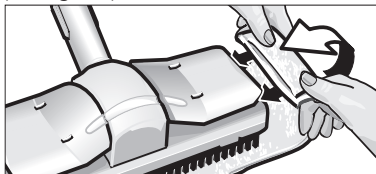

Fig. 12: Montar o esfregão
- Segure o esfregão (H3) no bocal para pavimentos (H1). Dobre o esfregão de comprido e coloque o bocal para pavimentos sobre ele. Puxe consecutivamente as pontas do esfregão debaixo das molas de fixação (H2) (ver fig.12 ).